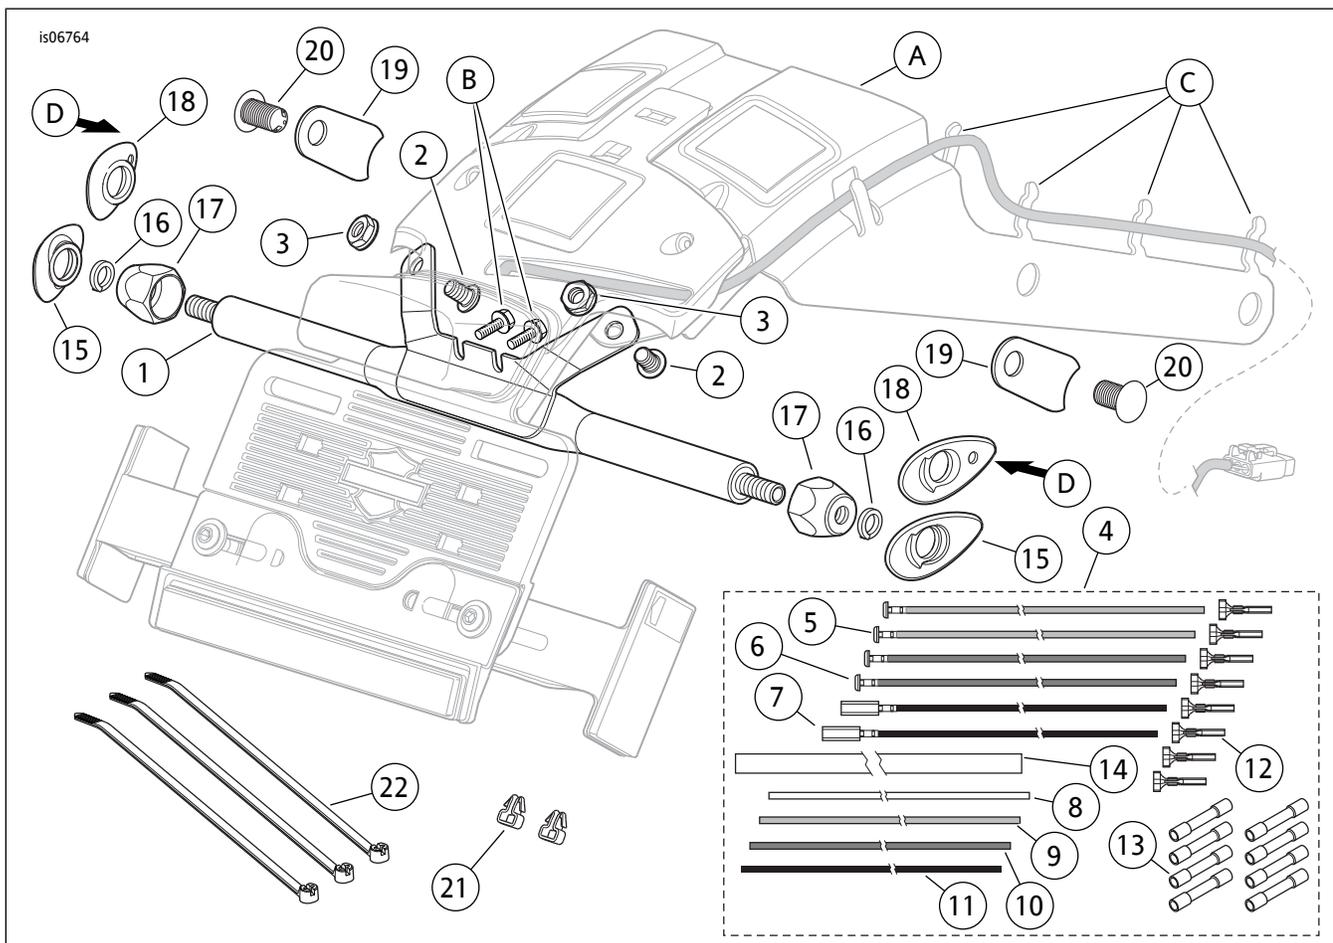

图3。维修零件, FXS车型尾灯/刹车灯/转向信号灯重新布置套件
- 参见图3。将黑色漆面螺母( 17 )松松地安装到灯条焊接件上的其中一个螺柱上。把锁紧垫圈( 16 )安装到螺柱上并且紧靠防松螺母。按照所示方向把黑色凹形盖( 15 )装到螺柱上。
3. 参见图3。将黑色漆面螺母(17)松松地安装到灯条焊接件上的其中一个螺柱上。把锁紧垫圈(16)安装到螺柱上并且紧靠防松螺母。
1. 参见图3。按照车牌灯电线布设路线，把右侧STT灯电线穿过通道并且布置在车牌模块支架组件(A)上四个电线夹(C)的后面，向着挡板前部布线并且通过挡板中的穿线孔穿出。对左侧STT接线重复操作。